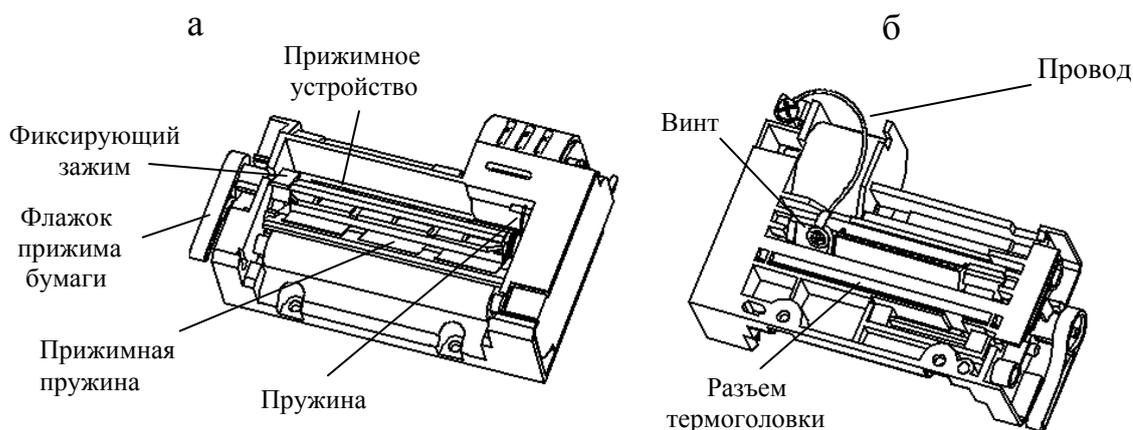

Рис. 6.9 - Принтер
6.3.7.2.4 Выдвинуть термоголовку из корпуса печатающего устройства (см. рис.6.9):